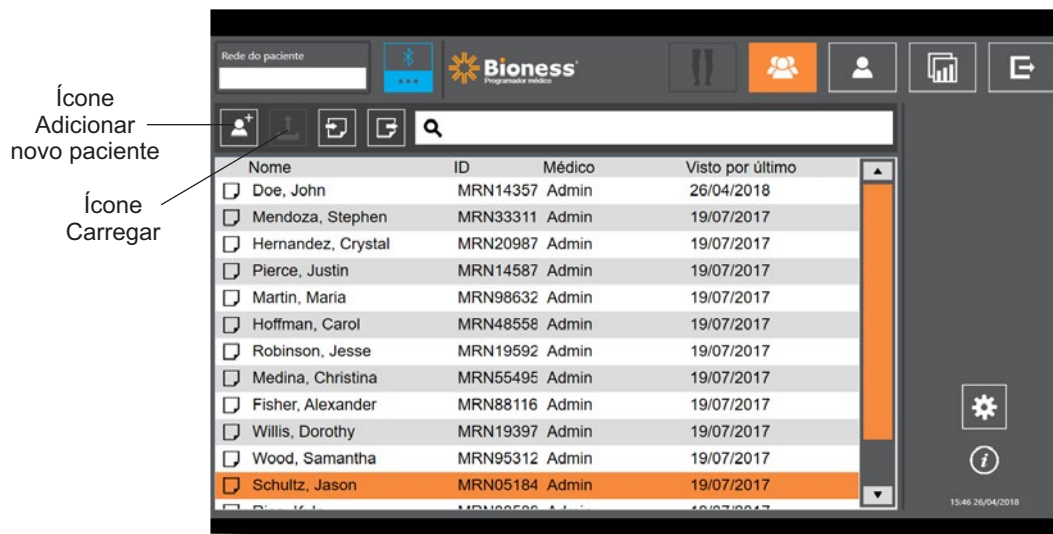

Figura 9-2: Ícone Adicionar novo paciente
2. Na tela de banco de dados de pacientes, pressione o ícone Adicionar novo paciente. Veja a Figura 9-2.
2. Abra a tela de banco de dados de pacientes e realce o paciente na lista de pacientes. Veja a Figura 9-2.
3. Pressione o ícone de carregar. Veja a Figura 9-2. Aparecerá uma janela dizendo “Programar todos os estimuladores com paciente: X,X”. Pressione o botão Continuar.